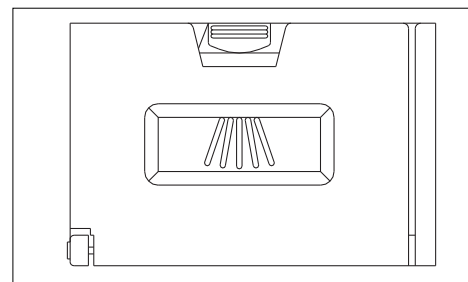

Abb. 6B
- Öffnen Sie den Deckel des Reservoirs, indem Sie auf den Knopf (A) drücken.
- Füllen Sie das Reservoir (B) mit ca. 25 Gramm Spülmittel, befolgen Sie die Anweisungen des Spülmittelfabrikanten.
Füllen Sie das Reservoir (B) mit etwa 20 Gramm Spülmittel und den Behälter für den Vorspülgang (C) mit ca. 10 Gramm Spülmittel. Schließen Sie den Deckel. Je nach Modell kann sich der Behälter C auch an der Oberseite des Deckels als Vertiefung befinden (siehe Abb. 6b).